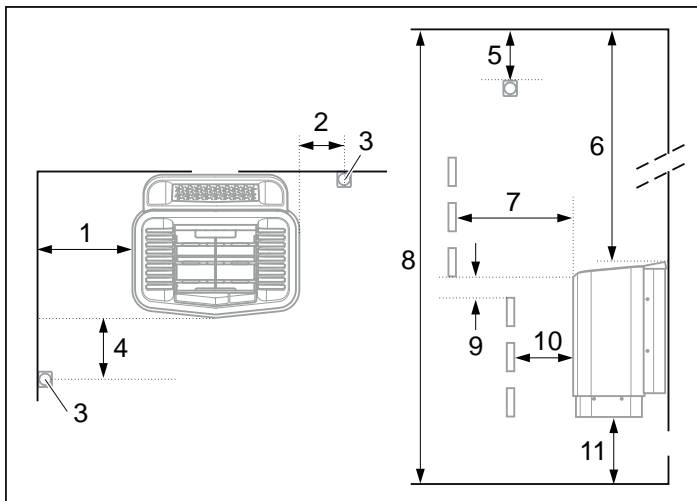
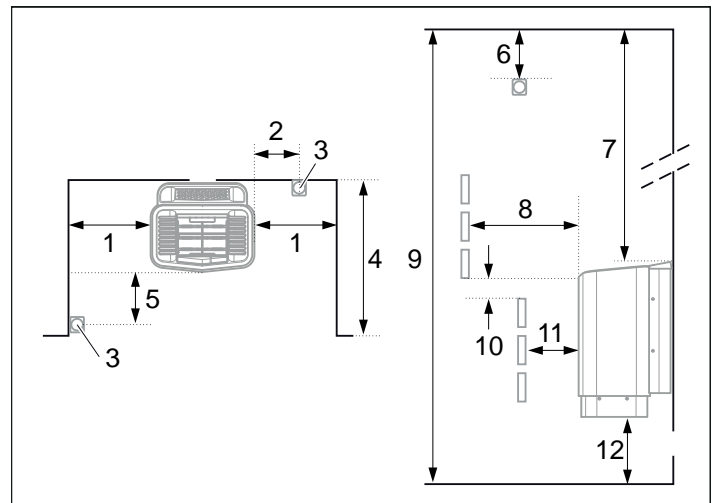

Fig 3: Placering av bastuaggregatet - normalmontage
Fig 5: Placering av bastuaggregat - nischmontage
- Planera sensors placering (se Fig 3, sidan 3 samt Fig 5, sidan 3).
- på samma vägg som dörren (endast i undantagsfall på sidoväggen, men då mycket nära dörrväggen). Aggregatet kan också placeras i nisch (se Fig 5).
- på säkert avstånd till golvet, sidoväggar och inredning (se Fig 3).
Placera sensorn enligt bilden (se Fig 3).
1. Placera aggregatet på säkert avstånd till golv, sidovägg och inredning (se Fig 5).
2. Placera sensorn enligt bilden (se Fig 5).